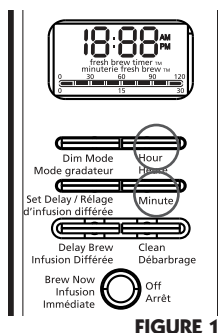

FIGURE 1
2. Appuyez, sans les relâcher, sur les touches des **HEURES (HOUR)** et des **MINUTES** jusqu'à ce que l'heure du jour s'affiche. Le voyant **AM** (heures de 0 à 12) ou **PM** (heures de 12 à 24) s'allumera à droite de l'heure (figure 1).